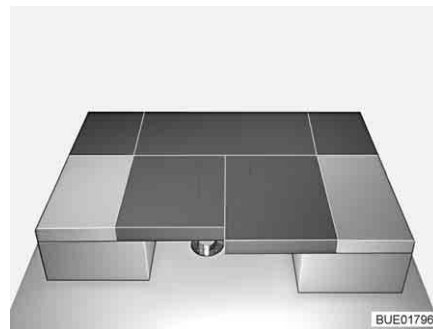

Fig. 102 Après la transformation
- Presser les deux coussins d'assise entre ceux de dossier (voir Fig. 102).